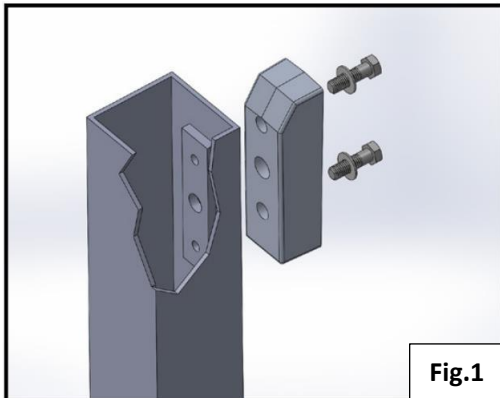

Fig.1
- Alignez les trous de la plaque de fixation du mât, de la pièce moulée du montage BOA et du mât, et fixez-les avec des rondelles plates de 1/2« et des boulons à tête hexagonale à verrouillage de filetage de 1/2 »-13 X 1-3/4". Serrez à 30 ft-lb. **Fig. 1**